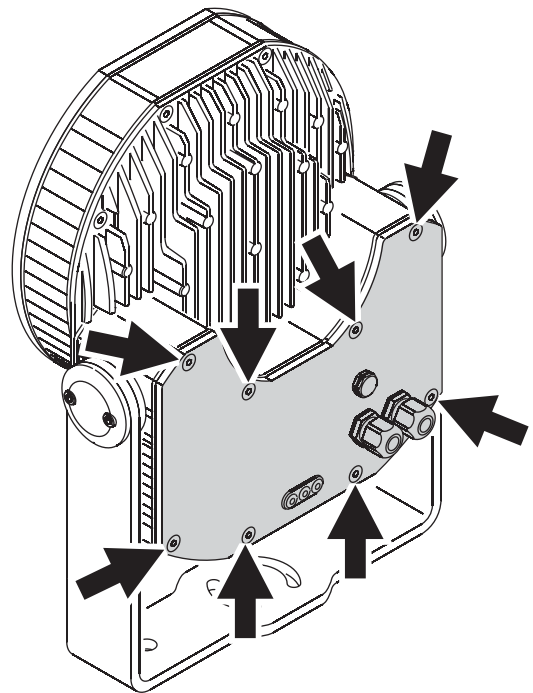

Bild 4: Schrauben der hinteren Abdeckung
3. Siehe Bild 4. Lösen Sie die Schrauben der hinteren Abdeckung und entfernen Sie die Abdeckung.